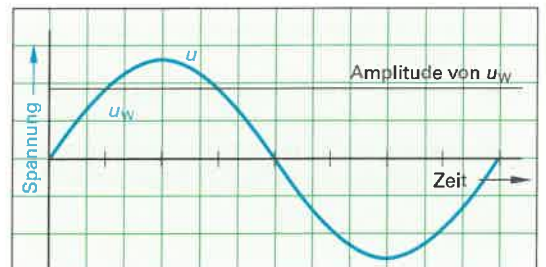

Bild 3: Phasenverschiebung von zwei Spannungen
12. Zwischen zwei Spannungen gleicher Frequenz beträgt der Phasenverschiebungswinkel 45° . Zeichnen Sie in **Bild 3** die Spannung U_W so ein, dass diese der Spannung U voreilt.